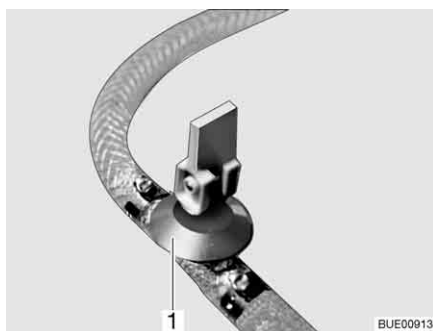
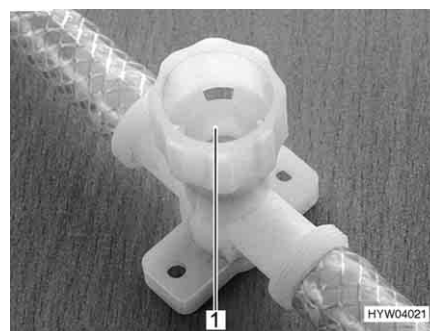

Bild 201 Ablasshahn (mit Kipphebel)
Bild 202 Ablasshahn (mit Drehkappe)
- Alle Ablasshähne schließen. Dazu den Kipphebel des Ablasshahns (Bild 201, 1) waagrecht stellen oder die Kappe des Ablasshahns (Bild 202, 1) im Uhrzeigersinn drehen.